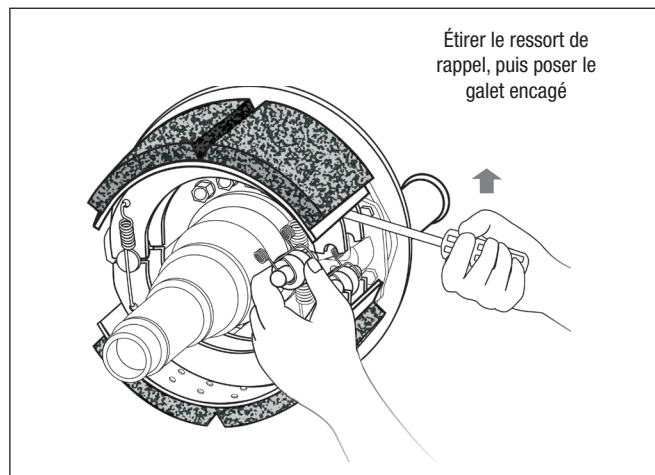
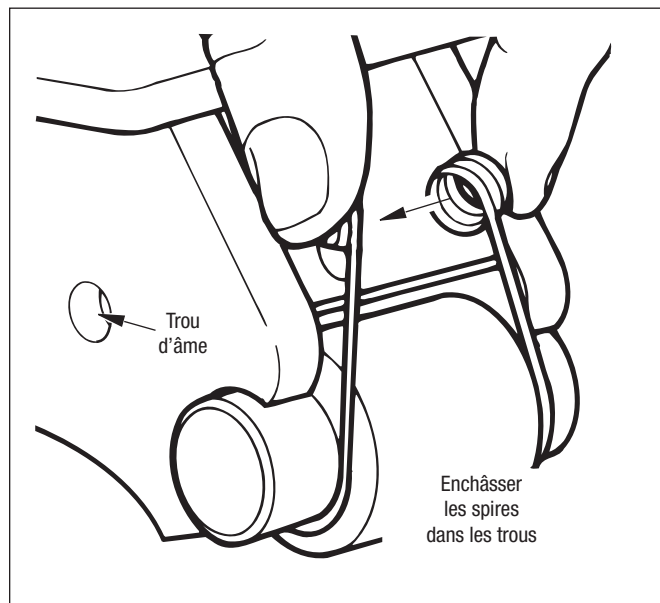

Figure 72 – Pose du galet engagé
Figure 73 – Pose du galet
10. Loger le galet engagé dans l'âme de segment, tel que le montre la Figure 72. Pincer les spires de la cage, puis les pivoter et les enchâsser dans les trous de l'âme. Cf. Figure 73. Vérifier l'enchâssement de la cage avant de poursuivre.